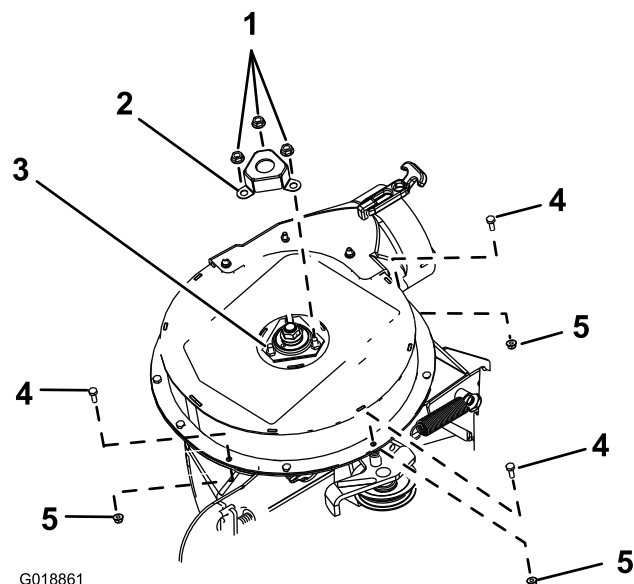

図 5
1. OEM シャフトカバーをブロー・アセンブリに固定しているナット (鋸歯ナット) を外す (図 5)。
2. OEM シャフトカバーを取り外して廃棄する (図 5)。
3. 図 5に示すように、ブローハウジングから、六角ヘッドボルト (1/4 x 3/4 インチ) 3本とロックナット (1/4 インチ) 3個を外す。